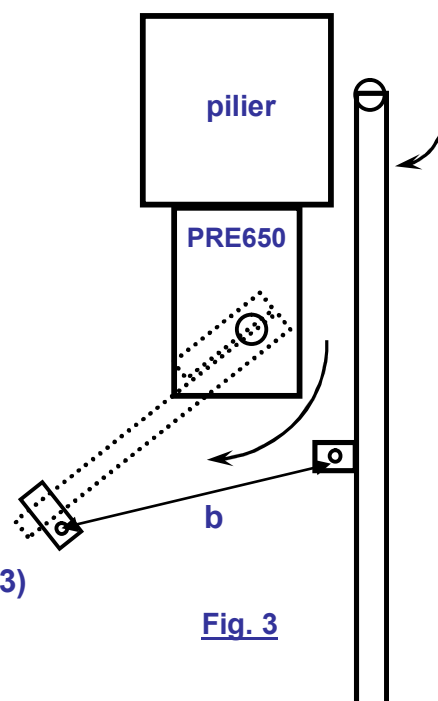

Fig. 3
8. amenez le bras en position ouverte, ouvrez le battant et mesurez la cote « b » (voir fig. 3)